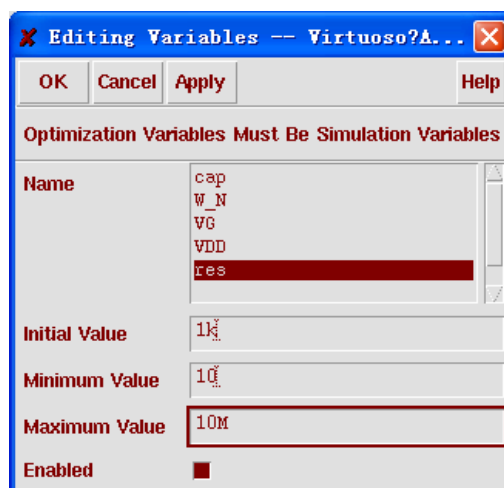

图 11.25 变量编辑设定
- 2) 选择“Variables → Add/Edit”或者点击“Tool Bar”中的“Add/Edit Variables”按钮，此时“Editing Variables”窗口弹出。如图 11.25 所示。